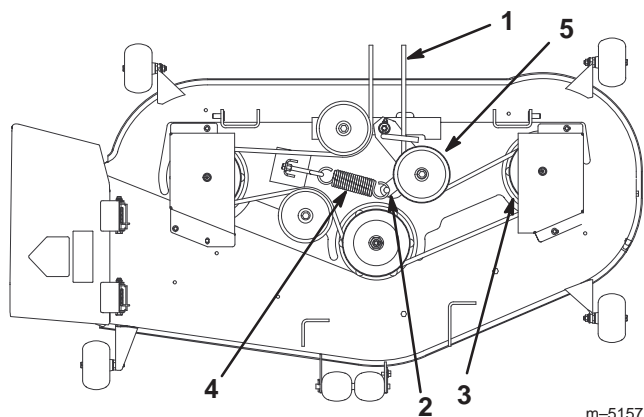

Bild 45
- Ziehen Sie die Spannscheibe in die in Bild 44 angegebene Richtung und verlegen den Riemen um die anderen Scheiben (Bild 45).